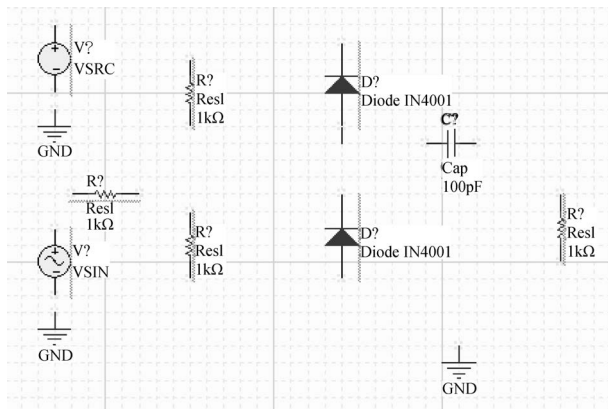

图 3-35 放置元器件和信号源
- (1) 从 `Miscellaneous Devices.IntLib` 库中分别找到名称为 `Res1` 的电阻元器件、名称为 `Cap` 的电容元器件、名称为 `Diode 1N4001` 的二极管,并将这些元器件按照图 3-35 所示的位置进行放置。
- (2) 从 `Simulation Sources.IntLib` 库中找到名称为 `VSRC` 和 `VSIN` 的元器件,并按照图 3-35 所示的位置进行放置。
- (3) 单击 AD 软件主界面下工具栏内的  按钮,将 `GND` 按照图 3-35 所示的位置进行放置。